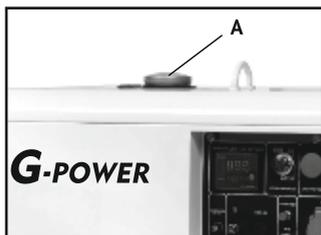

Рис. 5
- Открыть крышку топливного бака (рис.5, А).